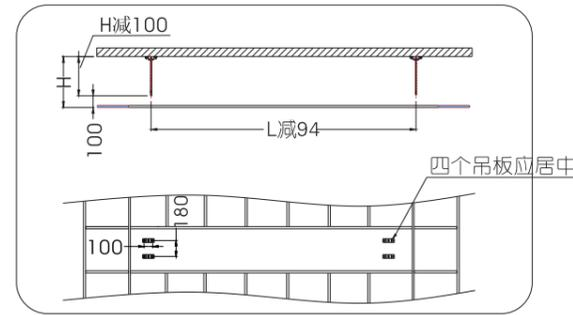
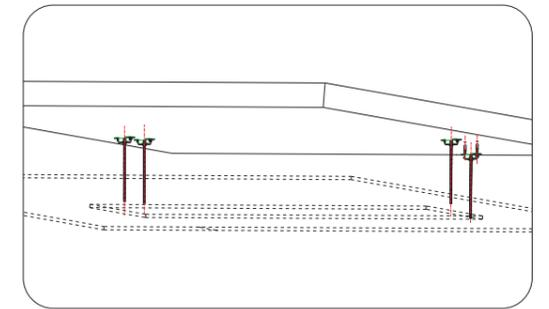

图4
图5
3.按图4所示,测量好吊架安装距离,用膨胀螺丝将吊架固定在房顶上,如图5所示。